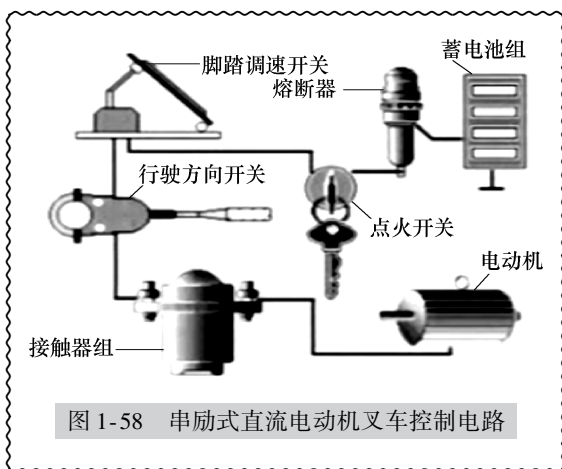

图 1-58 串励式直流电动机叉车控制电路
1) 串励直流电动机调速控制方式：采用串接电阻、改变磁场强弱和调压变流调速。串励式直流电动机叉车控制电路如图 1-58 所示。